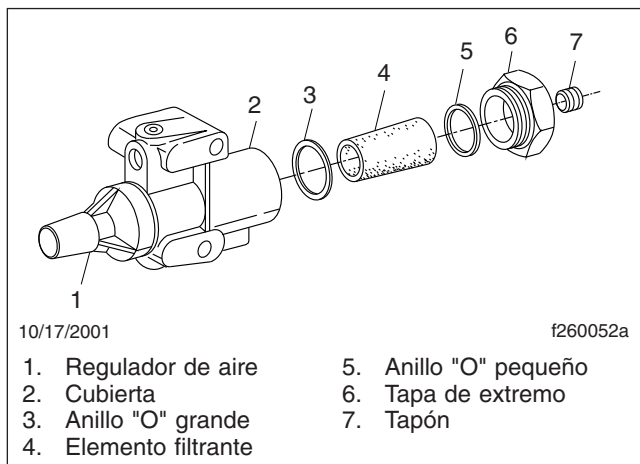

Figura 7, Componentes del filtro y regulador de aire de las transmisiones Eaton Fuller
3. Quite la tapa de extremo, el anillo "O" grande y el elemento filtrante de la cubierta del filtro. Vea la Figura 7. Quite el anillo "O" pequeño de la tapa de extremo.